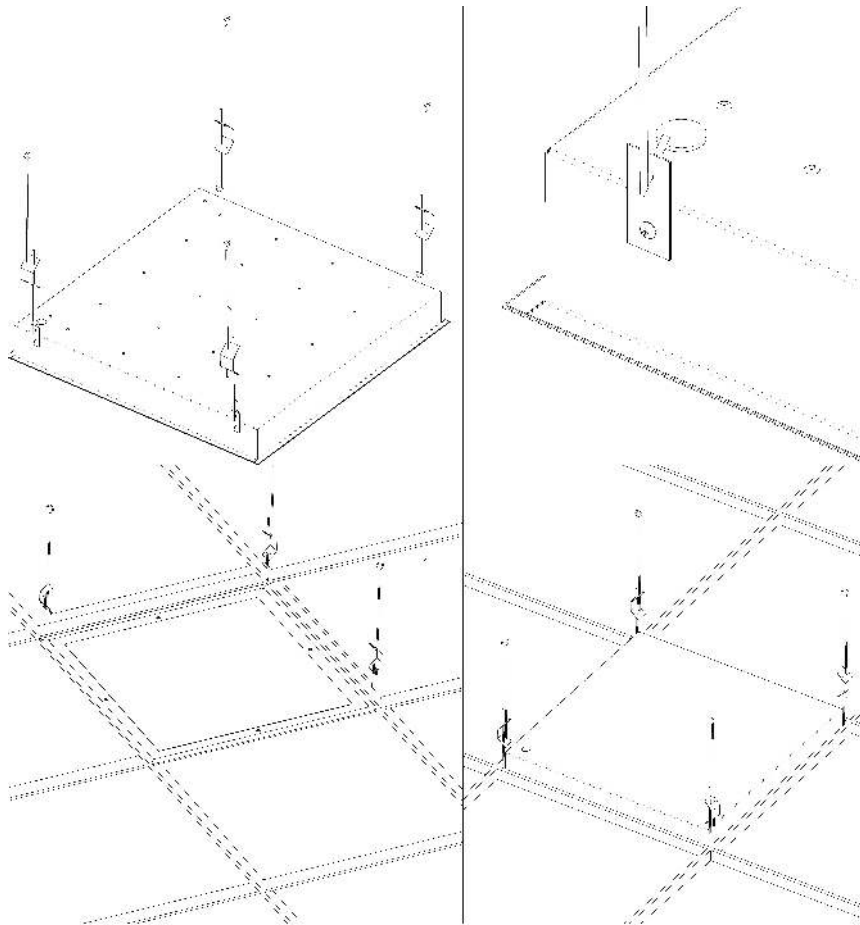

Рисунок 2.2 - Схема установки светильника в подвесной потолок "Griliato".
5.5 Установка светильника в подвесной потолок "Griliato": Установите корпус в сборе в подвесной потолок согласно схеме (рисунок 2.2)